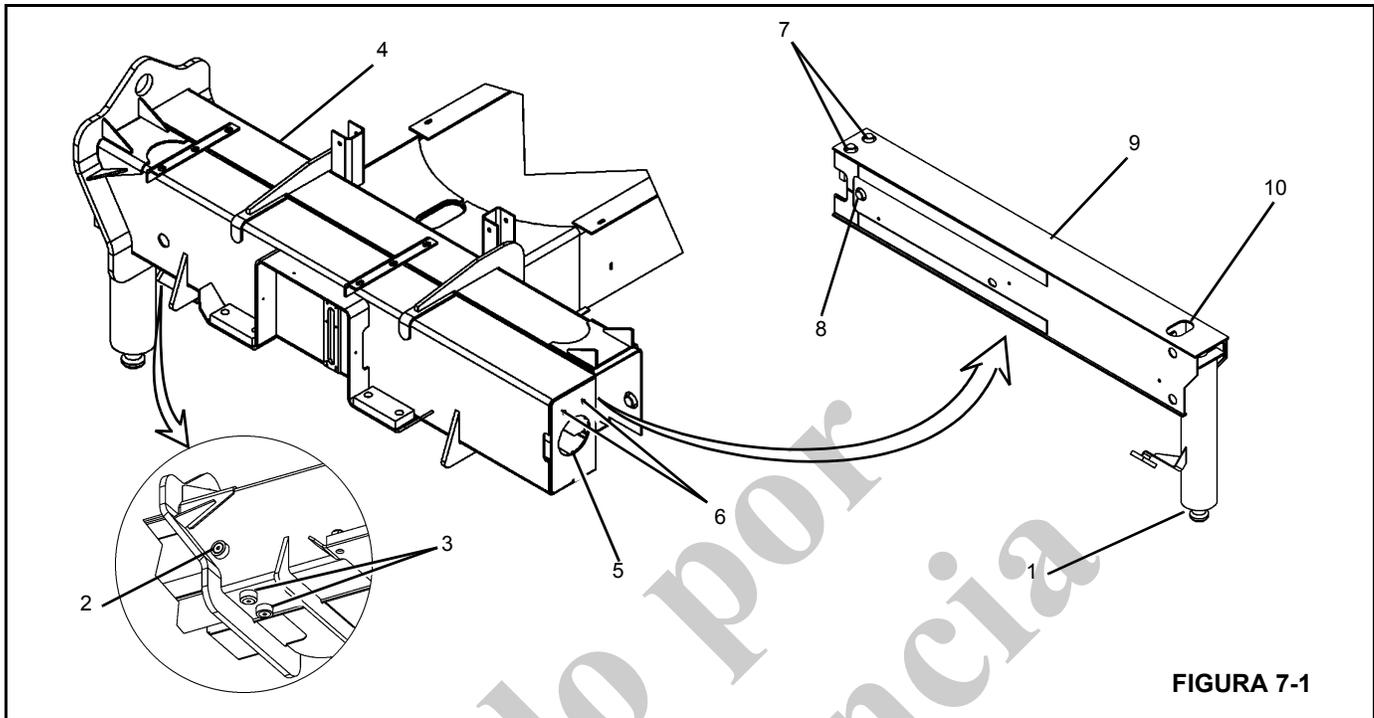
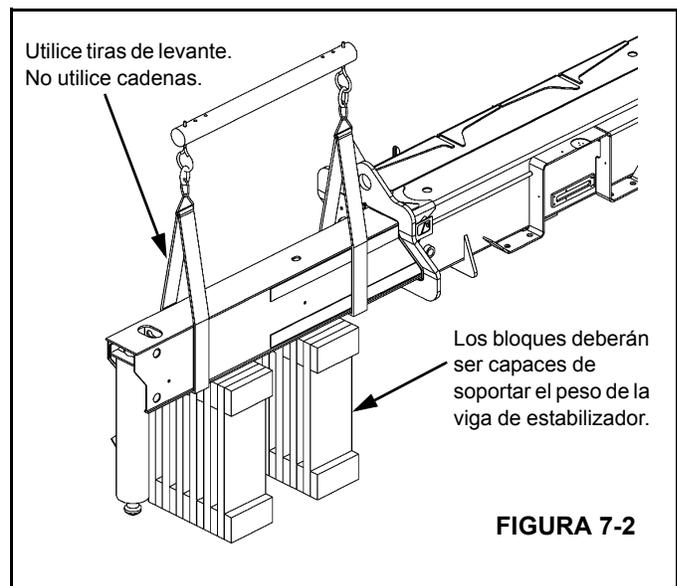

FIGURA 7-1
FIGURA 7-2
3. Extienda la viga del estabilizador (10) ligeramente para permitir la fijación de una tira de levante (Figura 7-2) a la viga.
9. Retire los tornillos de fijación de la almohadilla de desgaste de la parte superior de la viga de estabilizador y desenrosque las almohadillas superiores (7)
(Figura 7-1). El acceso se logra a través del agujero en el extremo de la caja de estabilizador (5) (Figura 7-1).
10. Retire los tornillos de fijación de las almohadillas de desgaste laterales de la viga de estabilizador y desenrosque las almohadillas laterales (8).
11. Coloque bloques debajo de la viga del estabilizador (Figura 7-2).
Hay 7 almohadillas de desgaste ajustables en cada estabilizador. Tres almohadillas de desgaste se encuentran en la caja de estabilizador y pueden alcanzarse desde el exterior. Cuatro almohadillas de desgaste se encuentran en la viga de estabilizador y se ajustan desde el interior de la viga de estabilizador. Vea los artículos (7) y (8) en la Figura 7-1. Ajuste las almohadillas de desgaste con el procedimiento siguiente: